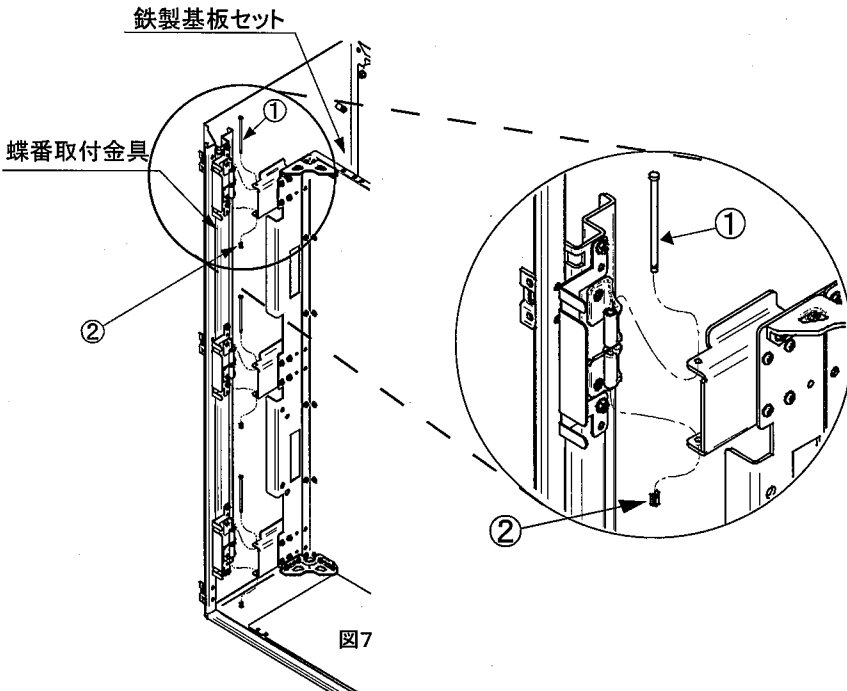

図7
7. 蝶番取付金具へ鉄製基板セットをはめ込み、上から蝶番ピン①(FUX-□7WT-F:2本/FUX-□10WT-F:3本)を差込み、下から蝶番ピン①の先端にピンキャップ②を取付けてください。(図7)